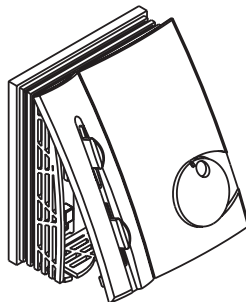

Figura 4
3. Con cuidado, retire la cubierta superior moviéndola hacia delante y luego hacia arriba para aflojar el seguro superior. Consulte la Figura 4.